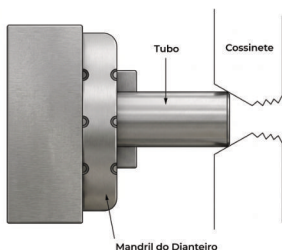

Figura 3
4. Para tubos curtos, se o tubo não alcançar o mandril traseiro, solte ligeiramente o mandril dianteiro, coloque um tubo curto até tocar o cossinete e recoloque. (Figura 3).